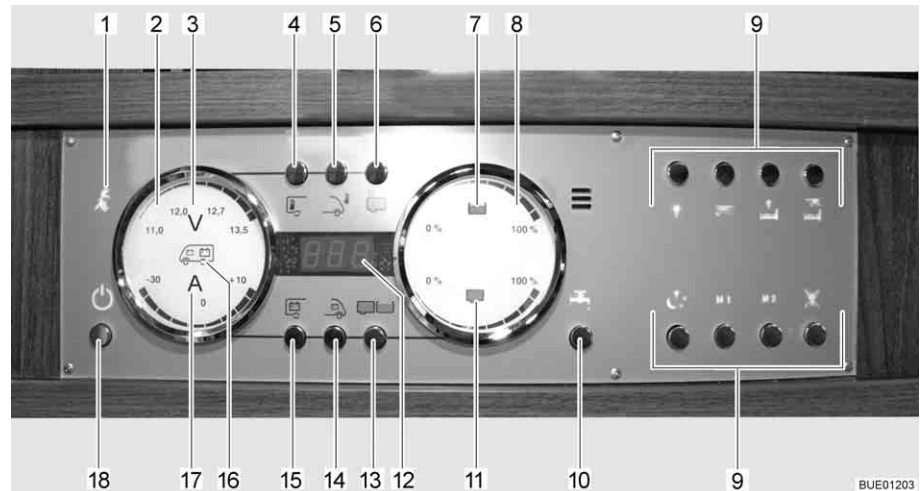

Bild 108 Panel LT 510
230 V-kontrollampan (Bild 108,1) lyser när nätspänningen ligger på el-blockets ingång.
Med huvudbrytaren 12 V (Bild 108,18) kopplas panelen och bodelens 12 V-försörjning till eller från.
- Tryck kort på knappen 12 V-försörjning (Bild 108,18). 12 V-försörjningen för bodelen är påslagen. Kontrollampan "12 V" lyser.
- ▷ Efter aktivering av försörjningen: om lysdioden "11,0" för voltindikeringen samt symbolen volt "V" (Bild 108,3) på indikeringsinstrumentet för batterierna (Bild 108,2) blinkar är bodelsbatteriets spänning för låg. Ladda batteriet.
- ▷ Efter aktivering av försörjningen: om kontrolllampan "12 V" och symbolen volt "V" (Bild 108,3) blinkar tre gånger är batterifrånkopplingen aktiverad. Avaktivera batterifrånkopplingen.
- Tryck kort på knappen 12 V-försörjning (Bild 108,18). 12 V-försörjningen för bodelen är avstängd. Kontrolllampan "12 V-försörjning" slocknar.
- Tryck på knappen bodelsbatteri (Bild 108,15) och håll den intryckt i ca 10 sekunder. Symbolen volt "V" (Bild 108,3) och kontrolllampan "12 V" blinkar tre gånger. Bodelsbatteriet är frånkopplat från 12 V-nätet.
- Tryck på knappen 12 V-försörjning (Bild 108,18) och håll den intryckt i ca 5 sekunder. Symbolen volt "V" (Bild 108,3) och kontrolllampan "12 V" blinkar tre gånger. Bodelsbatteriet är anslutet till 12 V-nätet. Kontrolllampan tänds efter ca 5 sekunder.
- Tryck på knappen bodelsbatteri (Bild 108,15). Symbolen volt "V" (Bild 108,3) lyser. Symbolen ampere "A" (Bild 108,17) är vit eller röd beroende på laddning eller urladdning. Batterispänningen och strömmen för bodelsbatteriet visas via lysdioderna på indikeringsinstrumentet.
- Tryck på knappen startbatteri (Bild 108,14). Symbolen volt "V" (Bild 108,3) lyser. Startbatteriets spänning visas via lysdioderna på indikeringsinstrumentet.
- Tryck på knappen tank (Bild 108,13). Symbolerna vattentank (Bild 108,7) och avloppstank (Bild 108,11) lyser. Nivån i vattentanken (övre skala) och i avloppstanken (nedre skala) visas via lysdioderna på indikeringsinstrumentet.